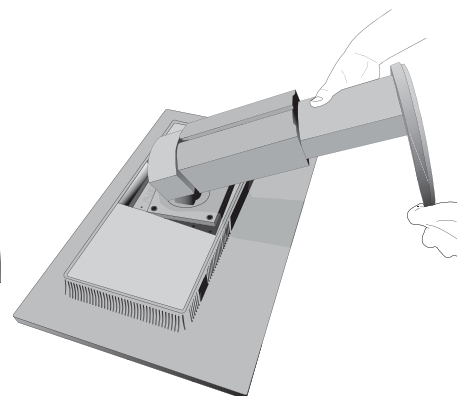

Figura S.4
6. Rimuovere il supporto (**Figura S.4**).